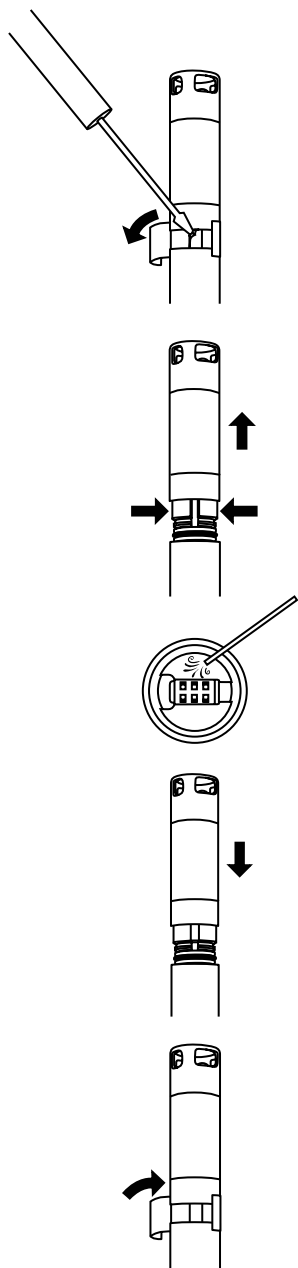

图 81 更换传感器模块
1. 将覆盖传感器主体和模块连接处的贴纸取下并丢掉（图 81）。